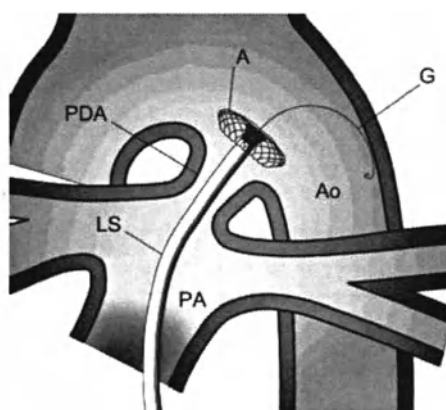

Рис. 16
- Медленно продвигайте вперед толкатель до раскручивания дистального диска в аорте. Рис. 16.